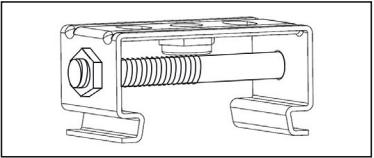

Рис. 1
- 5.12 Закрепите скобы на поверхность установки и защелкните в скобы осветительный прибор. **Внимание!** Для надежной фиксации осветительного прибора необходимо использовать стягивающие болты, входя в комплект поставки. Болты необходимо установить в боковые отверстия на скобах и затянуть гайкой (рис. 1).